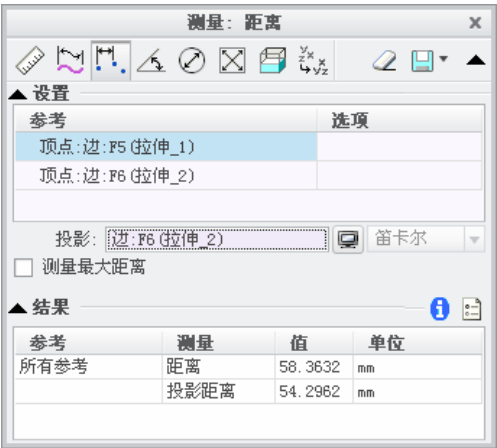

图 8.1.11 “测量：距离”对话框
Step11. 测量点与点间的投影距离（投影参考为直线），在图 8.1.11 所示的“测量：距离”对话框中进行下列操作：
(4) 在图 8.1.11 所示的“测量：距离”对话框的结果区域中，可以查看测量的结果。